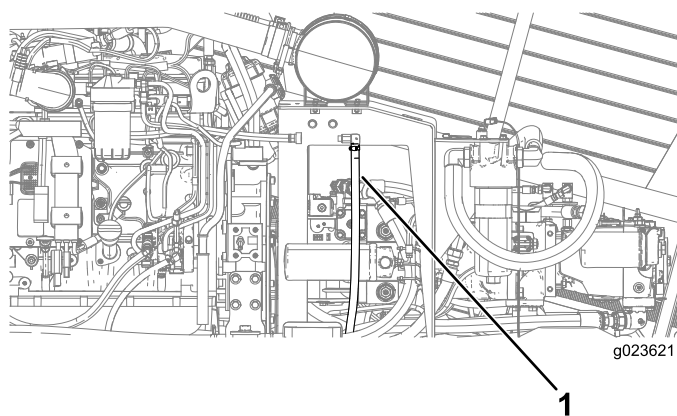

Figura 86
3. Cuidadosamente, retire o tubo do respiro do cárter (Figura 86).
4. Limpe a extremidade do tubo (Figura 86).